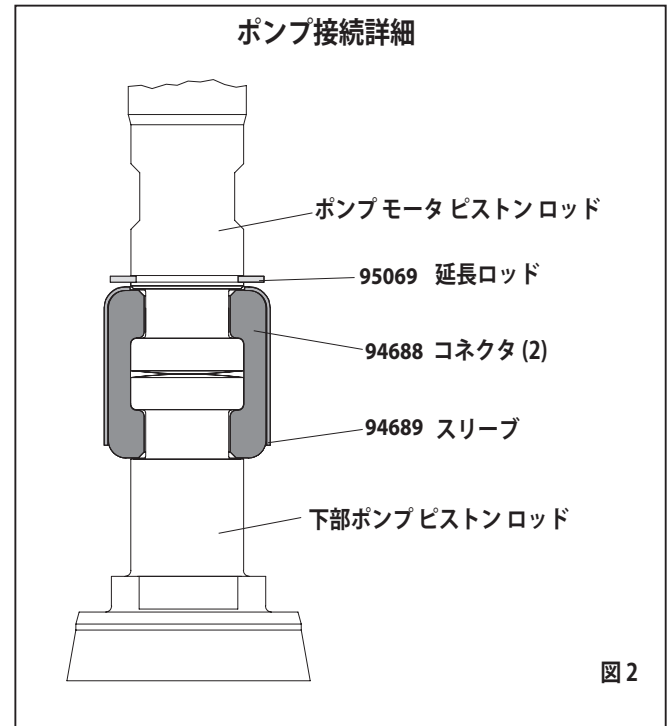

図 2
- Eリング ペンチを使用して、保持リングを十分上方に移動し、(図 2 参照) 2 つのコネクタを解放するスリーブにスライドします。空気モータは脇に置きます。